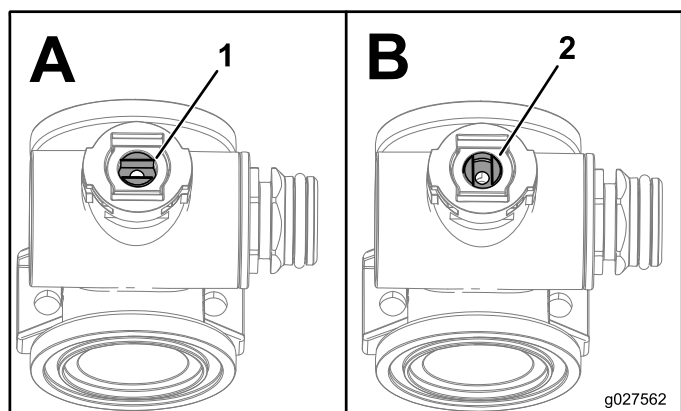

Рисунок 71
1. Расположите шток клапана таким образом, чтобы он был в закрытом положении (Рисунок 71 В).
3. Поверните шток клапана таким образом, чтобы шарик был в открытом положении (Рисунок 71А).